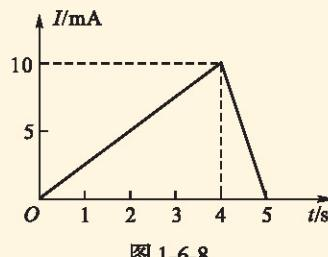

图 1-6-8
3. 在自感系数为 100 mH 的线圈中，通入如图 1-6-8 中所示规律变化的电流，求在每个变化阶段线圈中自感电动势的大小，并说明前 4 s 和第 5 s 内电动势的方向有何关系。